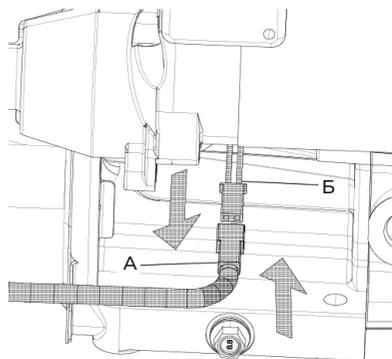

Рис. 13
**Подключение проводки (рис.13): (Нет необходимости для моделей без освещения)**
Подключите разъем проводки идущий от панели управления (рис. 13, поз. А) к разъёму проводки идущей от двигателя (рис. 13, поз. Б).